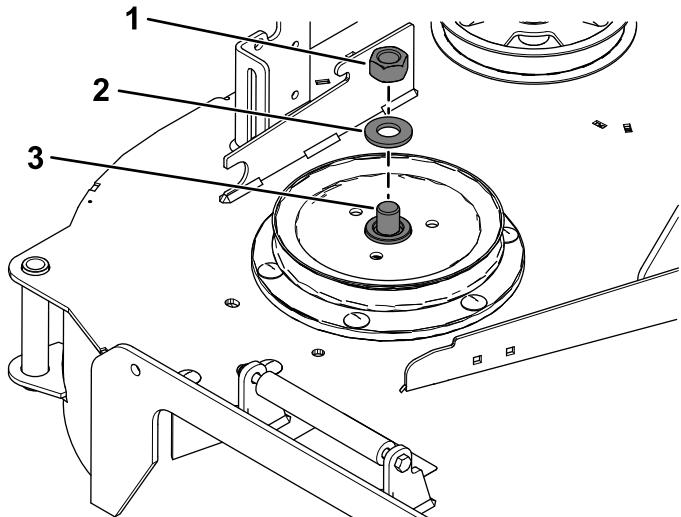

Figure 21
3. Avec une clé (1½ po), immobilisez l'axe de pivot pendant que vous retirez l'écrou hexagonal (¾ po) et la rondelle de l'axe (Figure 21).